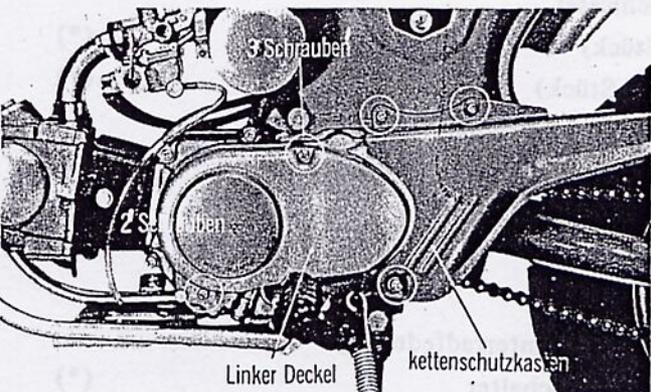

Abbildung 4
8. Linken Deckel abnehmen, indem man die beiden Schrauben herausschraubt. (Abbildung 4)